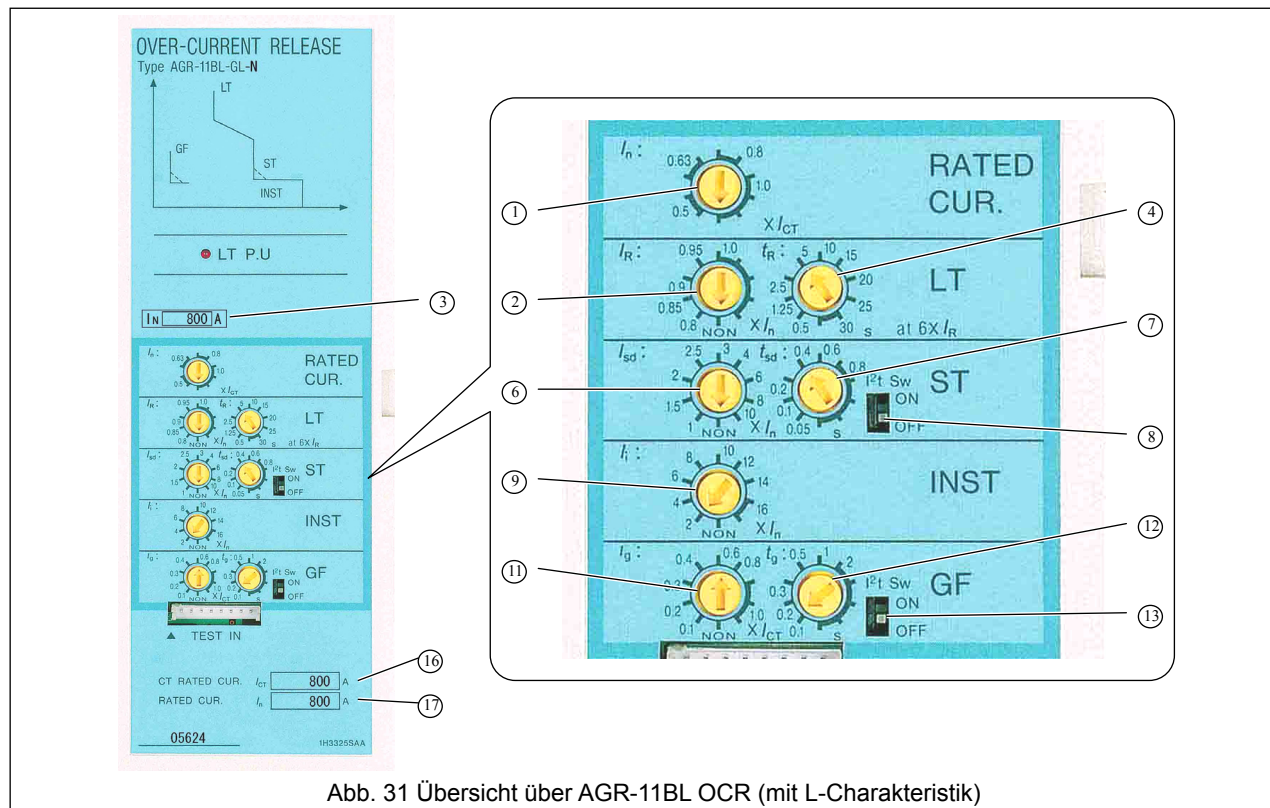

Abb. 31 Übersicht über AGR-11BL OCR (mit L-Charakteristik)
- 2) Die Positions-Abschliessvorrichtung heraus ziehen (Abb. 31).
- 3) Die Positions-Abschliessvorrichtung mit Hilfe eines Vorhängeschlosses mit  $\varnothing 6$  Schliessriegel sperren (bis zu 3 Schlösser können verwendet werden), wie in Abb. 31 dargestellt. Dies verhindert das Einführen der Ausfahrkurbel in ihr Aufnahme Loch, d.h. die Schalterposition kann nicht geändert werden.
Eine allgemeine Übersicht, Charakteristik-Einstellungen und Charakteristikkurven für die AGR-11BL OCR (mit L-Charakteristik) sind in Abb. 31, Tabelle 20 und Abb. 32 dargestellt.